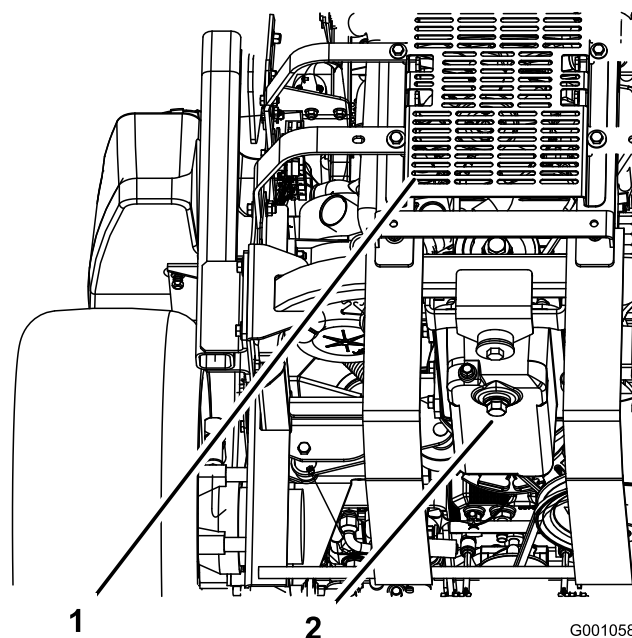

Bild 36
5. Stellen Sie eine Auffangwanne unter die Ölablassschraube. Entfernen Sie die Ablassschraube (Bild 36) und lassen das Öl vollständig ablaufen.